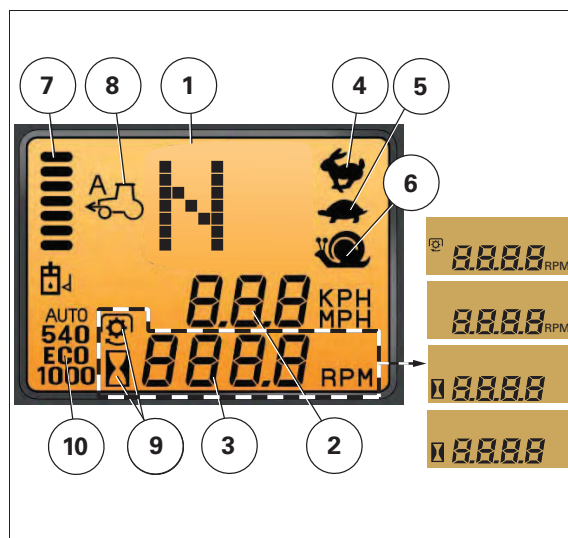

Fig. 8.
- (11) Tecla de desplazamiento hacia arriba
- (12) Tecla de desplazamiento hacia abajo
- (13) Tecla de desplazamiento a la izquierda.
- (14) Tecla de desplazamiento a la derecha.
- (15) Tecla de confirmación
- (16) Tecla de anulación.
- (17) Selector de visualización de parámetros en la pantalla del DOT Matrix *fig. 8*